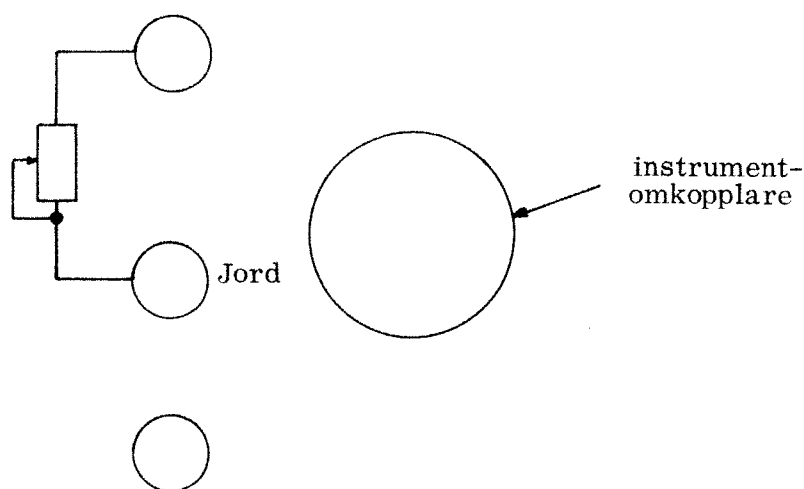

Bild 1
3.5.2.1 Anslut en 3 k Ω -potentiometer enligt bild 1 på instrument-panelens insida.